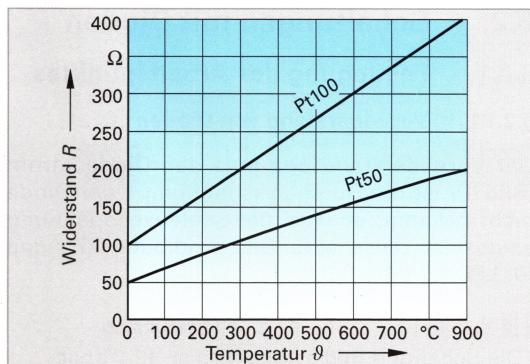

Bild 1: Kennlinien von Platin-Widerstandssensoren
Widerstandstemperaturfühler aus Platin sind Kaltleiter (PTC) mit annähernd linearer Kennlinie (**Bild 1**). Pt100-Sensoren haben bei 0 °C einen Nennwiderstand von 100 Ω. Weitere genormte Nennwiderstände sind z.B. Pt50, Pt500, und Pt1000. Sensoren werden von -200 °C bis 850 °C eingesetzt (DIN IEC 60751). Zur Temperaturnmessung wird dem Sensorwiderstand ein konstanter kleiner Messstrom zugeführt. Durch Sensoren mit 3- oder 4-Leiteranschluss lässt sich der Leitungswiderstand der Zuleitungen kompensieren.
a) Ablesewert aus **Bild 1**: $R_{100} = 140 \Omega$